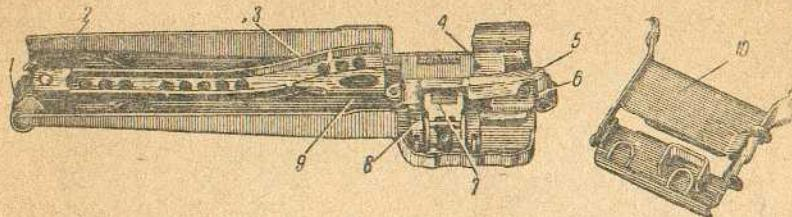

Рис. 7. Крышка короба с подающим механизмом:
**Крышка короба** (рис. 7) является основанием для сборки подающего механизма. Она соединяется с коробом шарнирно с помощью ушка и оси. В задней части крышки имеется защёлка для запирания подающего механизма в коробе.
**Подающий механизм** (см. рис. 7) ползункового типа, с подачей ленты слева направо. Он состоит из подающего рычага с фигурным пазом, врачающегося вокруг неподвижной оси и фиксируемого на оси защёлкой; промежу-